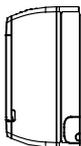

Рис. 1
1. Сдвиньте декоративную панель, как показано на рис. 1, отведите ее под небольшим углом (см. рис. 2) и нажмите кнопки фиксации панели (с двух сторон одновременно) (см. рис. 3).